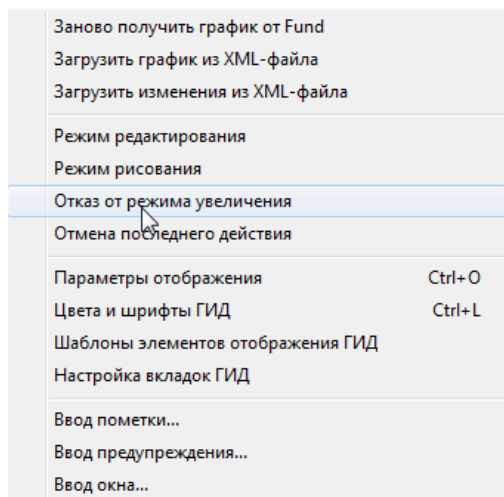

Рис.28. Появление пункта меню «Отказ от режима увеличения» после выбора «лупы».
5. При увеличении фрагмента графика автоматически нажимается кнопка «лупа»  на панели инструментов. Во всплывающем меню для настройки отображения элементов поля ГИД появляется пункт «Отказ от режима увеличения» (см. рис. 28).